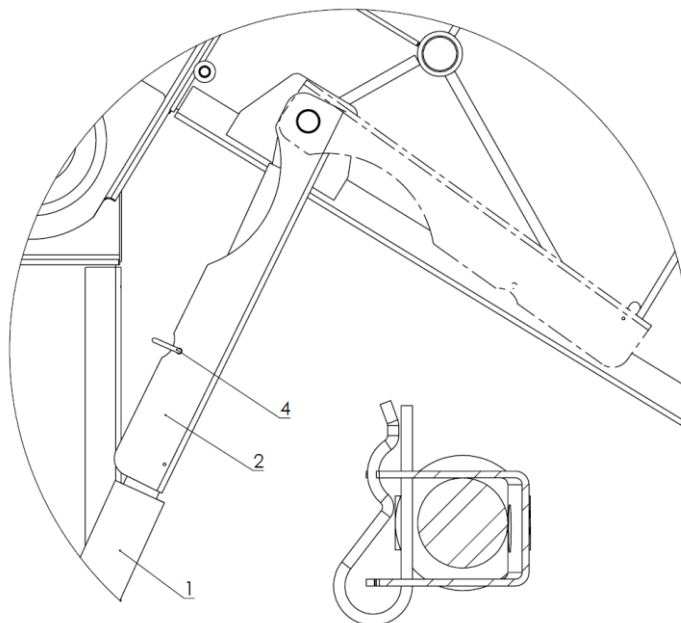

Abbildung 3. Sicherheitsverriegelungen für Zylinder
Sichern Sie den angehobenen Deckel der Ballenpresse in ihrer oberen Position, wie in Abbildung 3 dargestellt. Verwenden Sie die an den oberen Bolzen der Hydraulikzylinder (1) befestigten Klammern (2), um beide Seiten der Ballenpresse zu sichern. Die Klammern (2) sollten bis zum Anschlag nach oben bewegt werden, sodass sie die Kolbenstangen der ausgefahrenen Zylinder umgreifen. Sichern Sie den Deckel mit Splinten (4) gegen unbeabsichtigtes Schließen des Deckels. Lösen Sie nach Durchführung der geplanten Arbeiten die Deckelklammern.